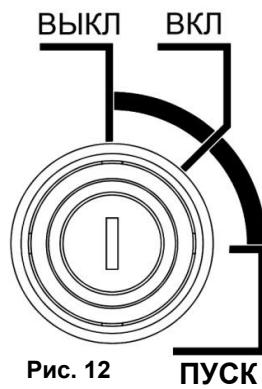

Рис. 12
- Установите рычаг управления оборотами двигателя (дроссельной заслонки)(45)(См. Рис.12) в максимальное положение «Заяц» (влево).
- Нажмите несколько раз на «праймер» (кнопка ручной подачи топлива) (41)(См. Рис.12), что бы накачать топливо в камеру горения карбюратора.